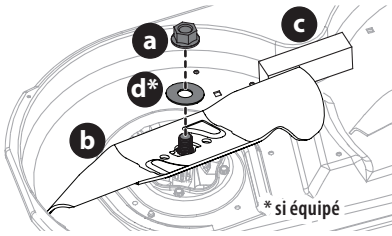

Fig. 51
- Placez un cale de bois (c) entre le carter du plateau de coupe et le tranchant de la lame (b) pour aider à débloquer l'écrou hexagonal (a) et la rondelle (d)* qui fixe la lame (b). Utilisez une clé de 15/16 po pour desserrer l'écrou hexagonal (a) et la rondelle (d)* (Fig. 51).
- Lorsque vous réinstallez les lames, assurez-vous de ce qui suit (Fig. 51) :